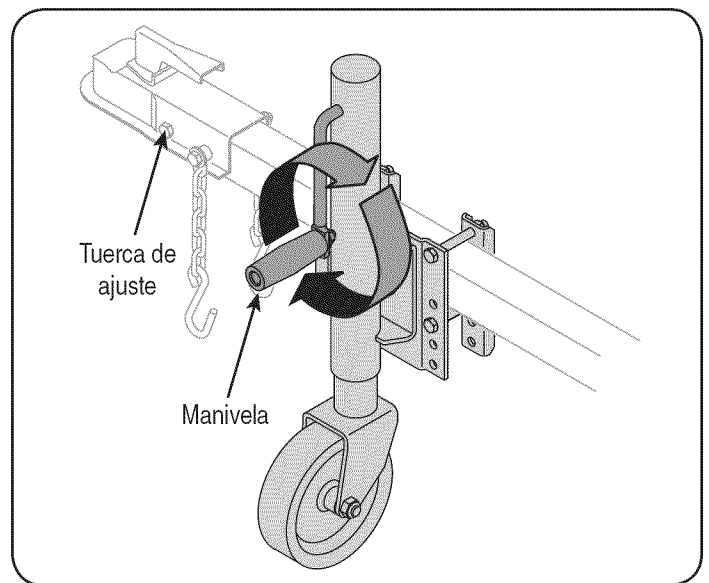

Figura 16
4. Eleve el gato ajustable girando el arranque en sentido de las agujas del reloj. Vea la Figura 16.